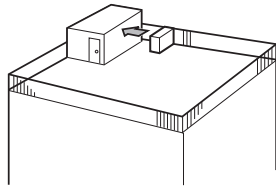

Abb. 2-4
- (1) Richten Sie die Luftaustrittsöffnung mit einem Abstand von etwa 500 mm auf die nächstgelegene Wand aus. (Abb. 2-4)